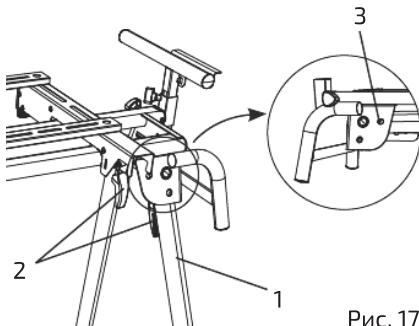

Рис. 17
- Приподнять стойку со стороны ручки и сложить ножку стойки (1), поместив блокировочный рычаг ножки стойки в верхний слот (3) (рис. 17).